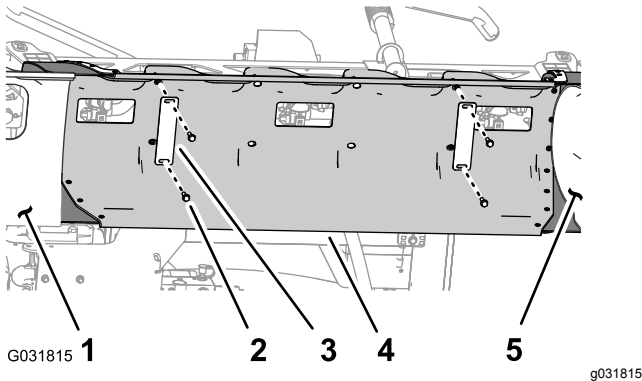

Bild 19
1. Stützen Sie die mittlere Abschnittsabdeckung (Düse 11) ab und entfernen die vier Bundkopfschrauben (5/16" x 1-1/4") und zwei Abdeckungsriemen, mit denen die Abdeckung an der Stützhalterung der Abdeckung befestigt ist (Bild 19).